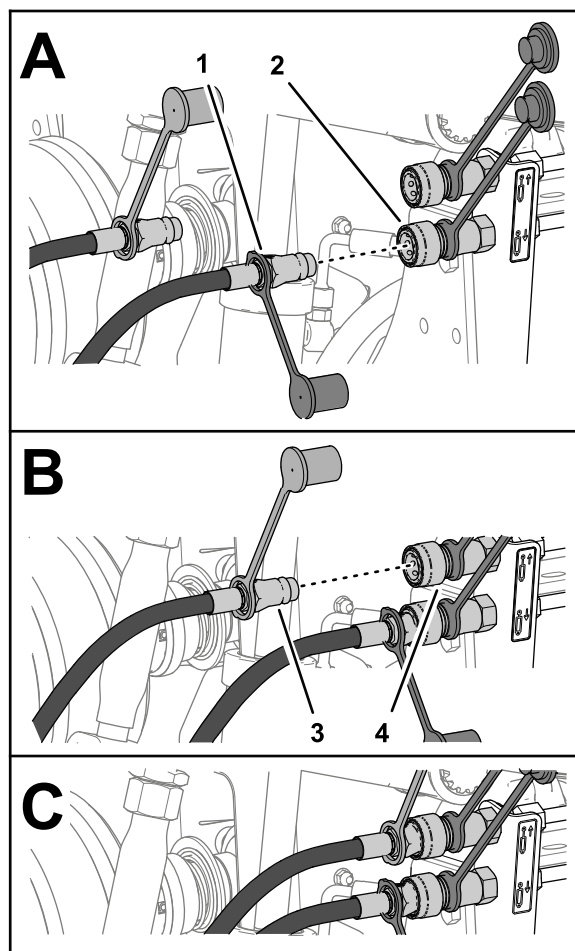

Bild 33
4. Verbinden Sie den Schnelltrennanschluss zum Ausfahren des Zylinders mit dem Schnelltrennanschluss zum Absenken des Heckanbaugeräts (Bild 33)